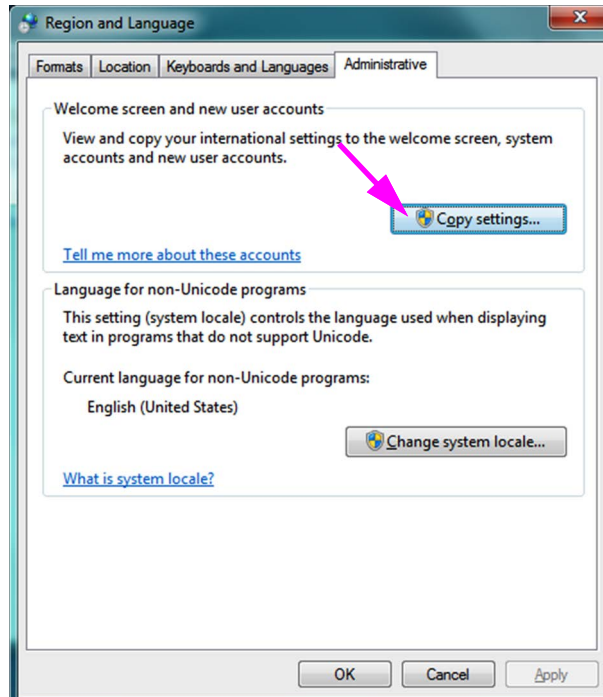

Abbildung C-16. Bildschirm „Region and Language“ (Region und Sprache) – Registerkarte „Administrative“ (Administrativ)
6. Klicken Sie auf die Registerkarte **Administrative (Administrativ)**. Die Registerkarte „Administrative“ (Administrativ) wird angezeigt (vgl. Abbildung C-16).